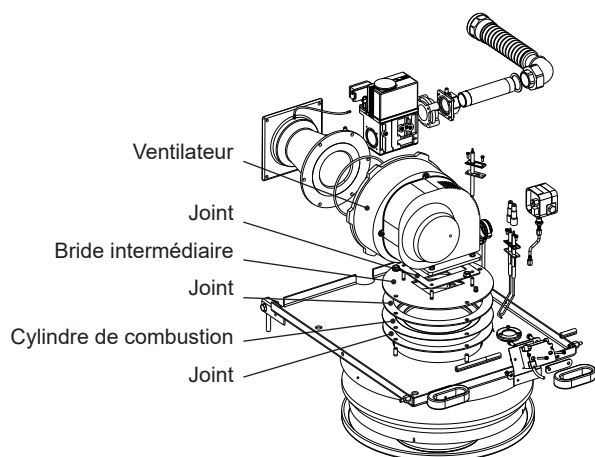

Fig. 50
- Dévisser la bride intermédiaire (Fig. 50).
- Monter le brûleur selon la Fig. 50 dans l'ordre inverse.